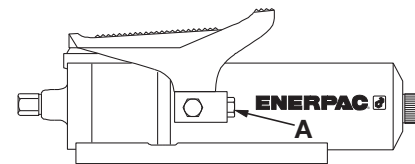

Abbildung 3
1. Siehe Abbildung 3. Den Rohrverschluß von der schwenkbaren 3/8 Inch NPTF Hydraulikbuchse (A) abnehmen, und das Steckerende eines 3/8 Inch NPTF Hydraulik-Anschlußstücks einsetzen. Das Anschlußstück kann eine Hochdurchflußkupplung oder ein Schlauch- oder Meßelementadapter sein.